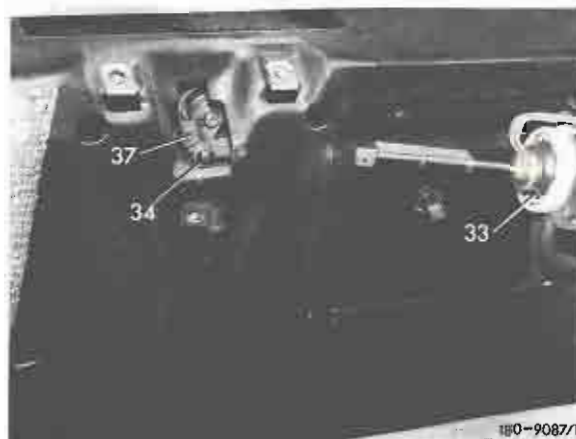

Bild 22
53 Unterdruckelement (33) am Heckdeckelschloß (37) einhängen und mit der Sicherungsscheibe (34) sichern (Bild 22).